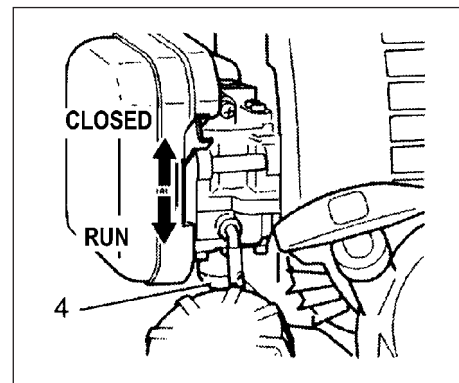

Fig. 2-3
*Presser la poire de la pompe d'amorçage (4) à plusieurs reprises pour que le carburant puisse s'écouler par la poire ou par le tuyau de retour (5). (Si la machine est munie.) (Fig. 2-3)
2. Régler la manette du starter sur la position fermée. (Fig. 2-3)
4. Lorsqu'on sent que le moteur va démarrer, repousser la manette de starter dans la position de fonctionnement (ouverte). Puis tirer à nouveau vivement sur le lanceur. (Fig. 2-3)